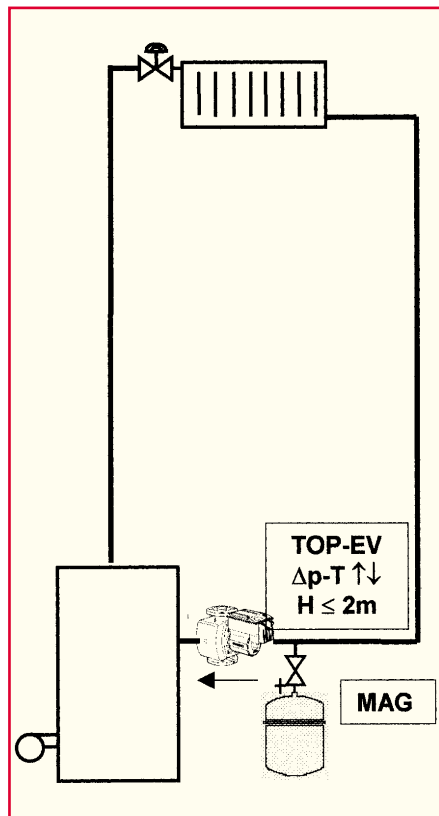

Bild 2 Brennwertkessel ohne vorgeschriebenen Mindestvolumenstrom mit geregelter Umwälzpumpe im Rücklauf
- Kessel ohne eingebaute Pumpe und ohne vorgeschriebenen Mindestvolumenstrom (Bild 2). Weil die Rücklauf-temperatur beeinflusst werden soll, muß die Pumpe zwingend in der Rücklaufleitung sein.